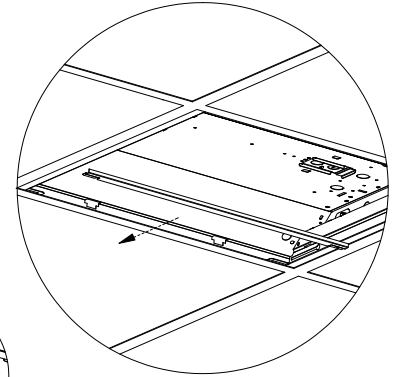

Fig. 3
- 3** Si l'espace entre le luminaire et une barre en T vous déplaît, vous pouvez installer les supports latéraux du panneau à DEL entre le luminaire et la barre en T; deux languettes vous permettent d'insérer les supports latéraux dans les fentes des supports d'extrémité (figure 3). Fixez les supports du panneau à DEL au luminaire existant à l'aide des vis autotaraudeuses no 8 de 1/2 po (figure 2A).